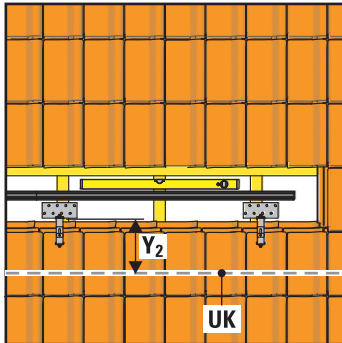
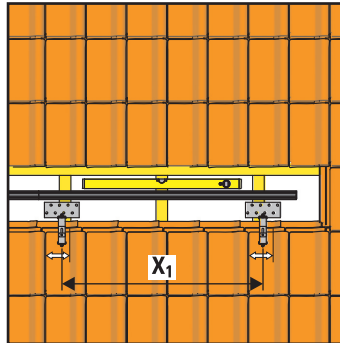

Bild 3-5 Ausrichten der Aufdachhaken von der geplanten Kollektorunterkante UK im Abstand Y_2
Bild 3-6 Festlegen der Montageposition der Aufdachhaken
4. Montageorte der Aufdachhaken festlegen. Dabei die Aufdachhaken gleichmäßig unter der Montageprofilschiene verteilen (Bild 3-5 und Bild 3-6).